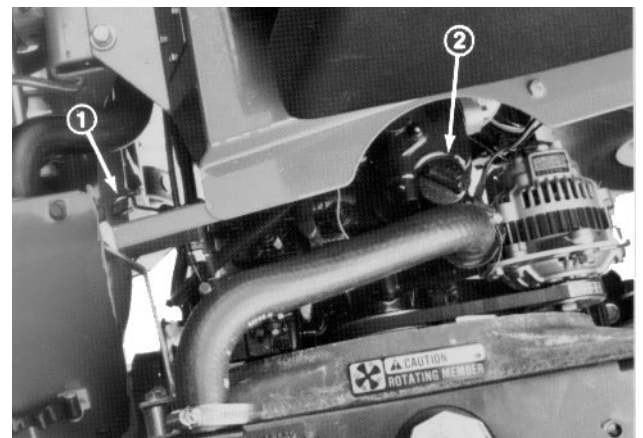

Abbildung 2
1. Die Maschine auf einer ebenen Fläche abstellen und die Parkbremse anziehen. Haube entriegeln und öffnen (Abb. 2).
1. Die Maschine auf eine ebene Fläche stellen, den Motor abschalten und die Parkbremse feststellen. Motorhaube entriegeln und öffnen (Abb. 2).
2. Den Kühlerverschluß und den Verschluß des Ausdehnungsgefäßes vorsichtig abnehmen (Abb. 2).
3. Stand des Kühlmittels prüfen. Der Stand des Kühlmittels sollte 25 mm unterhalb des Kühlerstutzens liegen. Im Ausdehnungsgefäß sollte der Stand etwa in der Mitte zwischen den seitlichen Minimal- und Maximalmarkierungen liegen (Abb. 2).